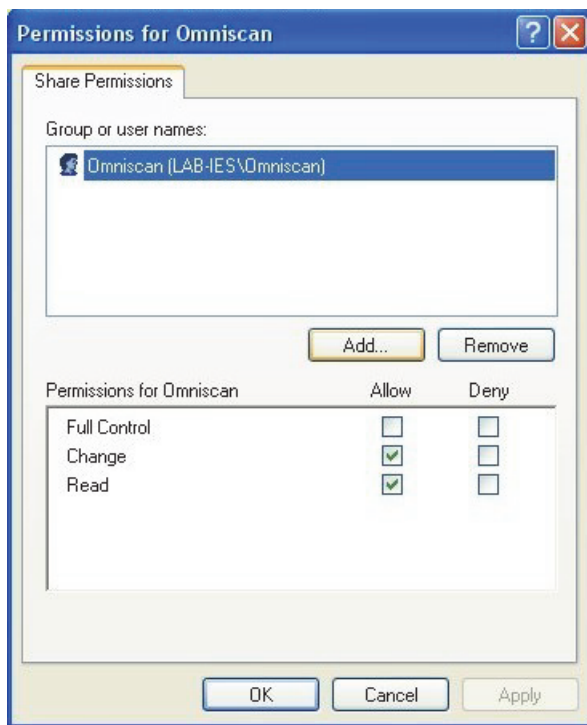

Рис. 7-17 Окно Разрешения для Omniscan (Windows XP)
11. Вернувшись в диалоговое окно **Permissions for Omniscan** (Разрешения для Omniscan), выберите **Change** (Изменить) и **Read** (Чтение) в колонке **Allow** (Разрешить) и щелкните **OK** (см. Рис. 7-17 на стр. 211).